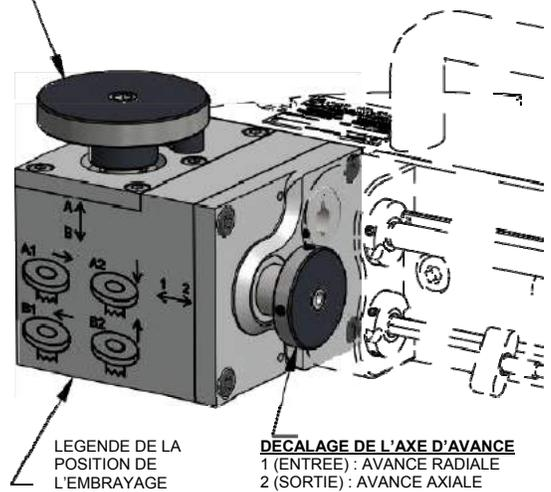

FIGURE 4-1. COMMANDES D'AVANCE (FF1200 ILLUSTRÉE)
4. Régler le bouton de réglage de l'axe d'avance (Figure 4-1) sur l'une des positions suivantes :
5. Régler le bouton de direction d'avance (Figure 4-1) sur la direction voulue.